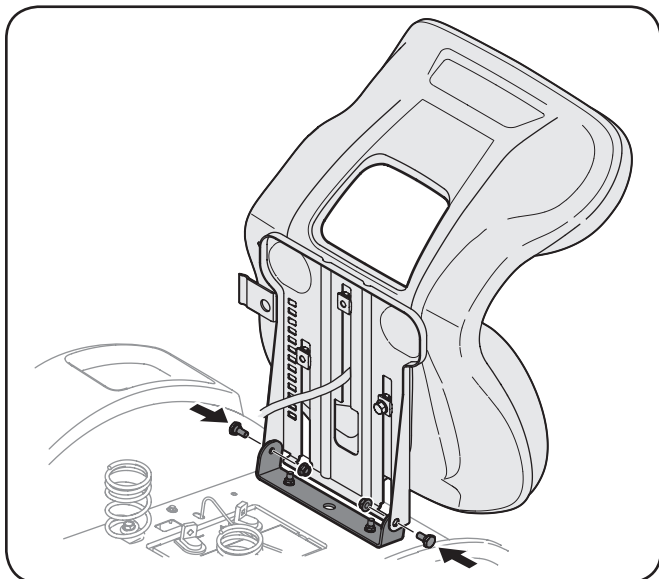

Figura 3-3
3. Gire el asiento hasta la posición deseada y asegúrelo en su lugar con los tornillos de reborde y las tuercas de seguridad con brida que extrajo antes. Tenga cuidado de no doblar o dañar el cableado mientras instala el asiento. Consulte Figura 3-3.